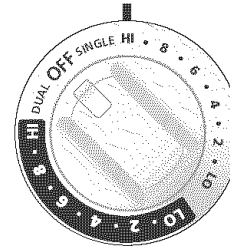

Figura 3
2. Oprima y gire la perilla de control a la izquierda (Ver Figura 3) para un utensilio de cocina más pequeño o a la derecha (Ver Figura 4) para un utensilio más grande.